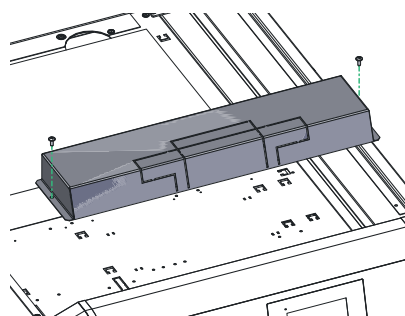

Fig. 137 2 Allentare le viti, rimuovere il coperchio
- ▶ Allentare 2 viti della copertura dei morsetti di collegamento e staccare la copertura verso l'alto – Fig. 137.